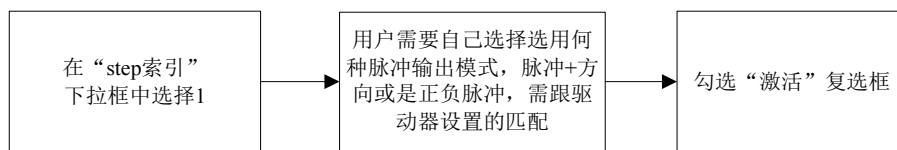

图 4-19 开环模式下 step 配置流程
- (2) 切换至“step”页。开环模式下 step 配置流程如图 4-19 所示。